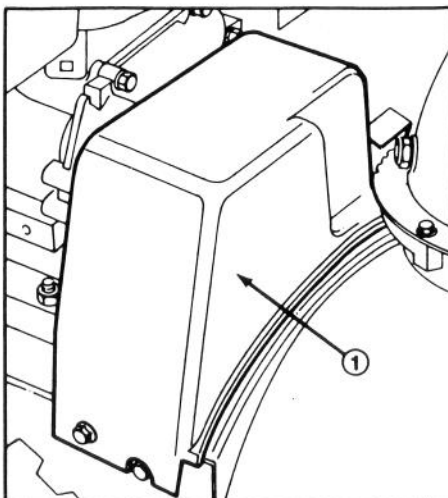

Figure 24
2. Enlevez les deux vis taraudeuses qui retiennent la garde de courroie et déposez la garde (Fig. 24).
2. Enlevez les deux vis taraudeuses qui retiennent la garde de la courroie et déposez la garde (Fig. 24).